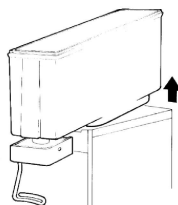

Figure 2
- Soyez sûr l'interrupteur principal est dans la position ÉTEINT. Si la machine est le F50A, F-50AC, Self-Service, Freezer modèle, soyez sûr l'interrupteur du chargeur est éteint aussi. Reliez le bouchon de la machine au réseau électrique. (FIG. 2)
- Retirez le capuchon de la pompe et prenez le dépôt vide en le soulevant par l'arrière et en le retirant du joint (fig.2)